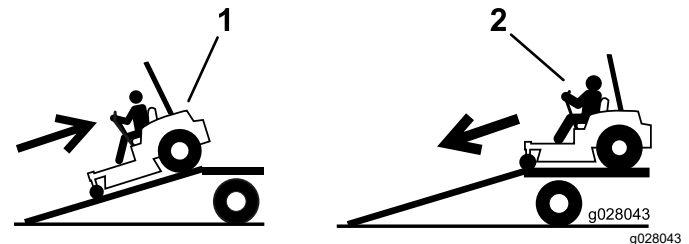

Bild 35
2. Fahren Sie die Maschine vorwärts von der Rampe herunter (Bild 35).